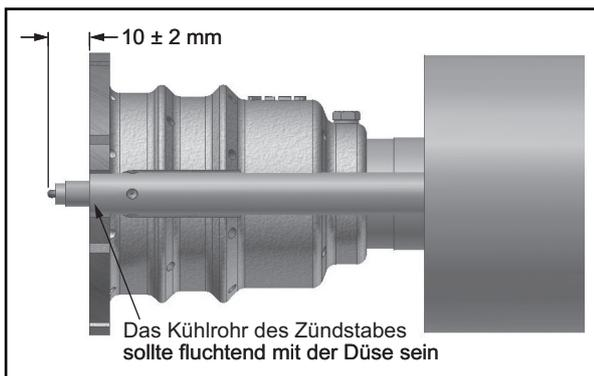

Abbildung 3.17b
3. Überprüfen Sie die korrekte Positionierung des Zünders. Siehe Abbildung 3.17b.